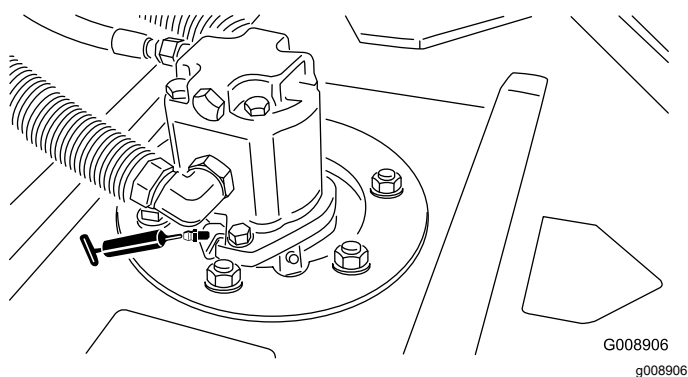

Bild 44
- 2 (pro Mähwerk) Mähwerkspindelwellenlager (Bild 44)